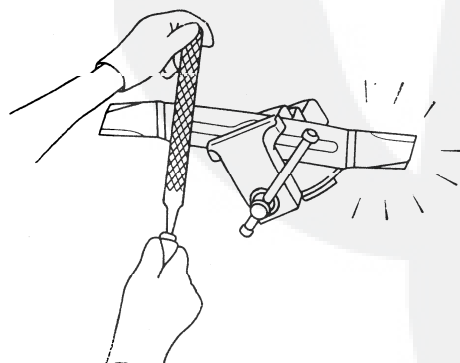

Fig. 21
2. Bevestig het mes tussen een bankschroef zoals aangetoond op Fig. 21.